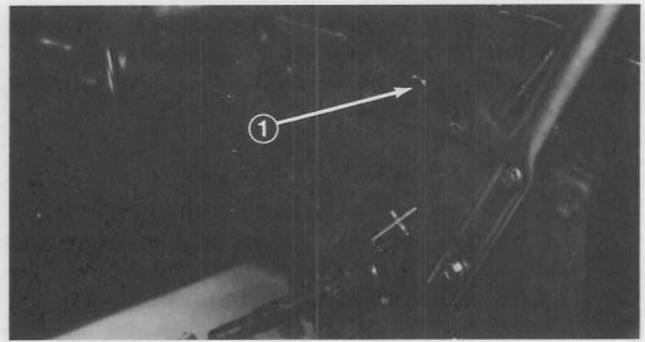

Figure 34
4. Nettoyez le tour du bouchon de vidange. Ensuite, glissez le bac de vidange sous le tube de vidange, puis enlevez le bouchon (Fig. 34).